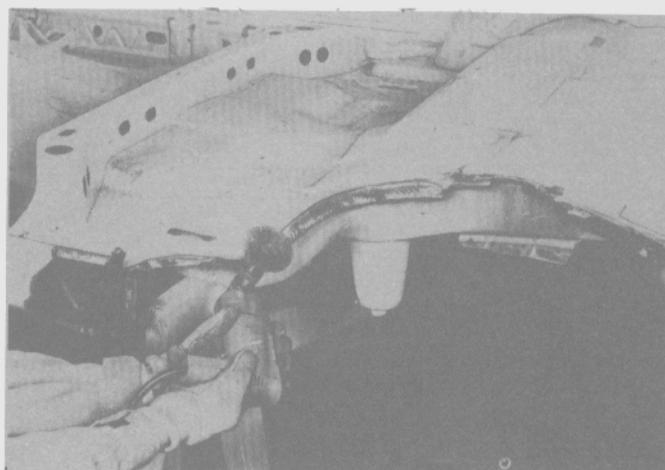

Fig. 241
- Pulir las pestañas del pilar "C", larguero zócalo y el panel del piso (Fig. 241).